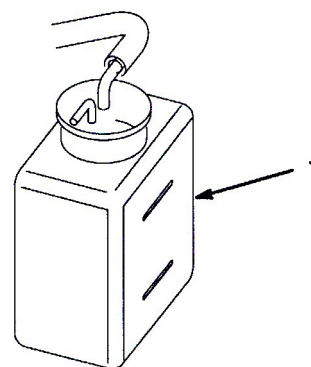

図26
2. 冷却液の量を点検する (図26)。タンクのマークの間までであれば適正である (エンジンが冷えている時)。